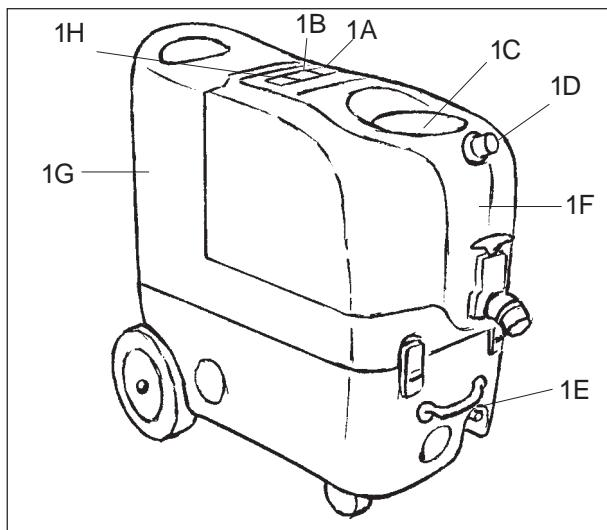

Figure 1
The Vacuum Motor Switches See Figure 1-A
The Switch To Activate The Pump See Figure 1-B
Voir Figure 1-A. Les commutateurs du moteur d'aspiration sont placés sur le dessus de la machine.
Voir Figure 1-B
1. Connect the vacuum hose to the hose connector on the extractor and to the end of the vacuum tube on the floor tool. See Figure 1 D, E